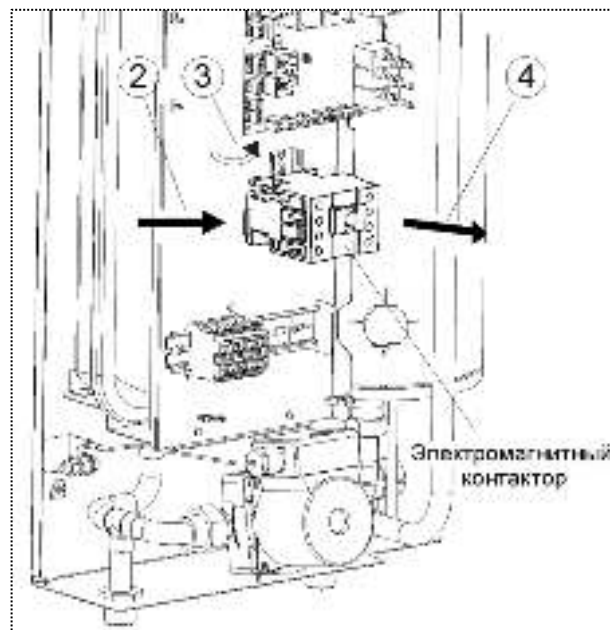

Рисунок 17. Замена электромагнитного контактора
- 1) Отсоедините все провода подходящие к контактору (см. рис. 17);